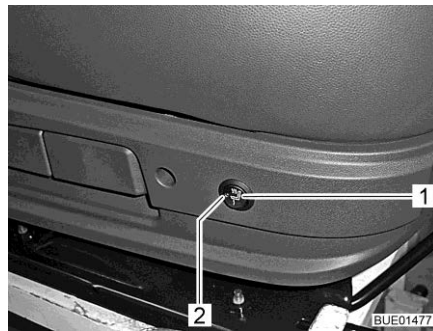

Bild 36 Brytare för stolsvärme
- Tryck på knappen (Bild 36,1) baktill på vänstra sidan av stolkonsolen.
När stolsvärmerna är påslagen lyser kontrollampan (Bild 36,2).
- Ställ knappen (Bild 36,1) på mittläge. Lampan släcks.